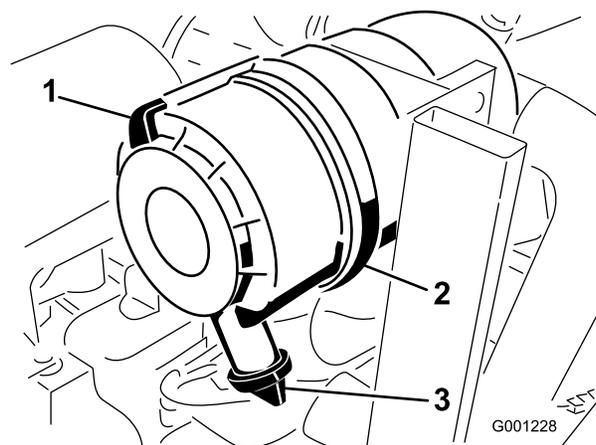

Bild 46
1. Ziehen Sie den Riegel nach außen und drehen Sie die Luftfilterabdeckung nach links (Bild 46).
2. Entfernen Sie die Abdeckung vom Luftfiltergehäuse (Bild 46).
- Setzen Sie die Abdeckung ein, richten Sie das Gummiablassventil nach unten, ungefähr zwischen 17.00 und 19.00 Uhr (vom Ende her gesehen) (Bild 46).